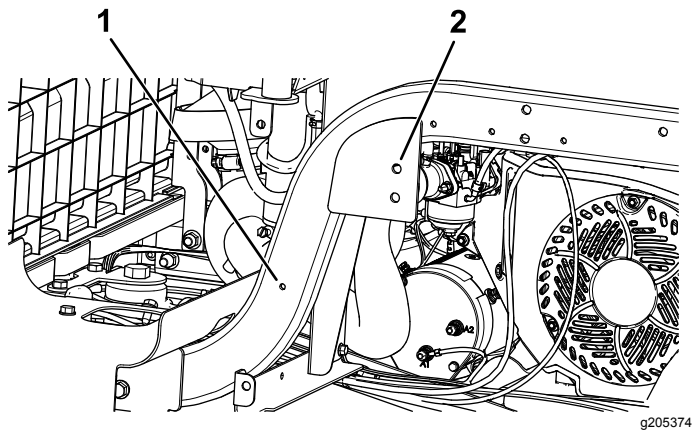

Figura 13
1. Allineate una staffa del ROPS con i 2 fori dietro la base del sedile e il foro verso la parte anteriore della guida del telaio, come illustrato nella Figura 13.
3. Segnate le posizioni dei fori sulla staffa del ROPS (Figura 13).